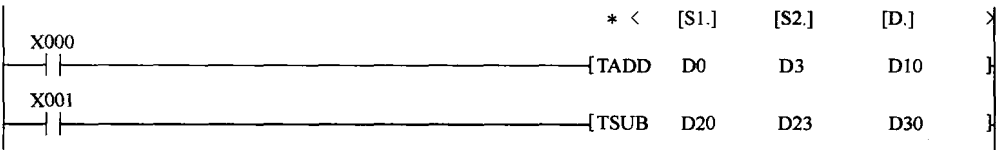

图 4-162 TADD、TSUB 指令
TADD 指令是将两个时间数据进行加法运算的指令, TSUB 指令是将两个时间数据进行减法运算的指令, 指令使用说明如图 4-162 所示。
- 其中[S1.]、[S2.]、[D.]均占用 3 个连续数据单元, 图 4-162 中, 当 X000 为 ON 时: